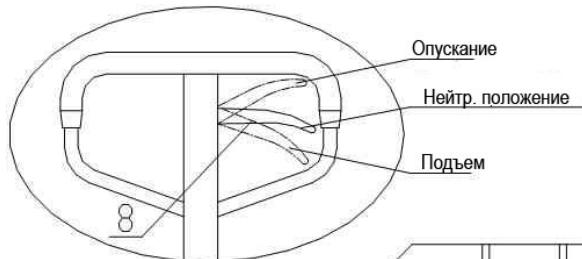

Рис. 4
2.1.7 Покачайте рычаг и проверьте работу функций подъема, опускания в соответствующих положениях рукоятки (8). См. рис. 4. Проверьте нейтральное положение рукоятки.
5.2 См. рис. 4. Для взвешивания и транспортировки груза рукоятка (8) должна быть установлена в положение опускания. После опускания введите вилы в поддон и установите рукоятку (8) в положение подъема, поднимите вилы (качанием рычага).